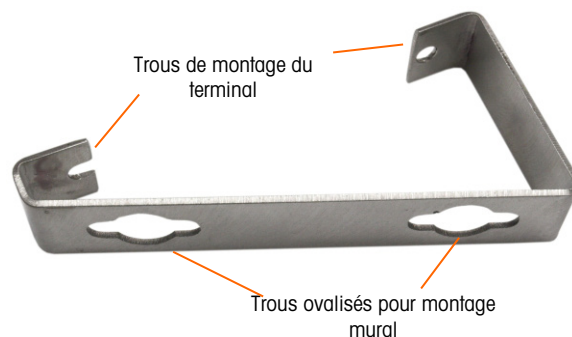
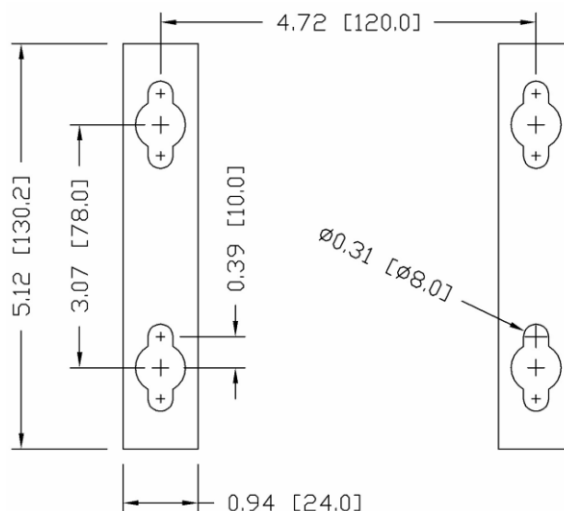

Figure A-12 : Support pour montage mural
Figure A-14 : Emplacement des trous de montage
Après avoir fixé les supports à la surface murale, l'enceinte peut être installée à l'aide des quatre vis M4 (fournies). Un support est illustré sur la Figure A-12 avec les trous ovalisés indiqués. Les vis sont resserrées en plaçant le tournevis par les trous ovalisés.
Marquez un repère pour la position des trous de montage sur la surface verticale selon les dimensions indiquées sur la Figure A-14 en pouces et [mm], ou en maintenant le terminal contre la surface et en marquant par les trous des supports.
8. Desserrez les boulons suffisamment pour laisser de l'espace à leur tête et permettre à la rondelle plate d'engager le centre supérieur de l'un des trous fendus dans les supports de montage (voir la Figure A-12 et la Figure A-14).
6. Desserrez les boulons suffisamment pour leur permettre ainsi qu'aux rondelles d'engager le centre supérieur de l'un des trous fendus dans les supports de montage (voir la Figure A-12 et la Figure A-14).
Installez la vis et la rondelle, en laissant suffisamment d'espace pour le trou fendu dans le support – voir la Figure A-12 et la Figure A-14.
Placez les trous dans les supports du terminal sur les fixations et faites glisser le terminal vers le bas de manière à ce que chaque fixation et rondelle s'engagent dans les fentes du support (voir la Figure A-12).